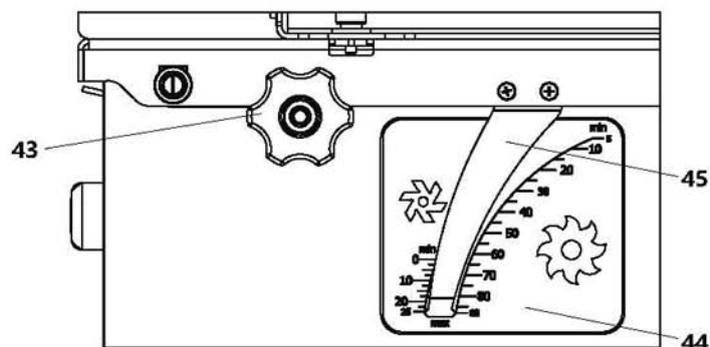

Рисунок 8.
7.2.7 Установка глубины пропила (рис. 8)